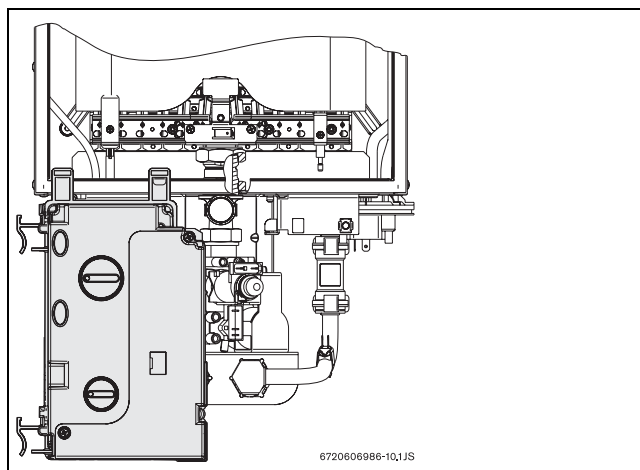

Fig. 17 Caixa de comando - posição de ajuste de gás
▶ Uma vez a caixa de comando retirada, posicioná-la de acordo com a →Fig. 17.